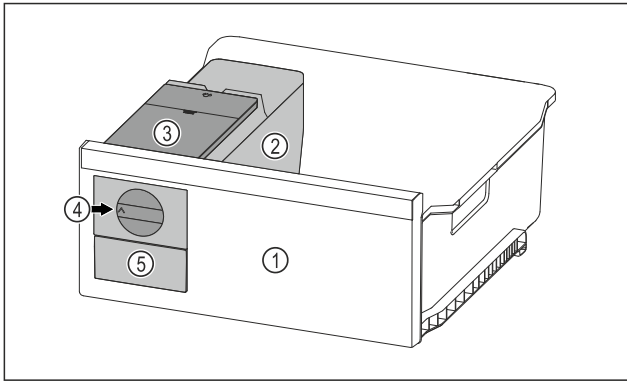

Fig. 97 Príklad zobrazenia
- ▶ Otočný gombík Fig. 97 (4) otočte v smere hodinových ručičiek až na doraz.
- ▷ Kocky ľadu vypadávajú z misky na kocky ľadu do zásuvky na kocky ľadu Fig. 97 (5).